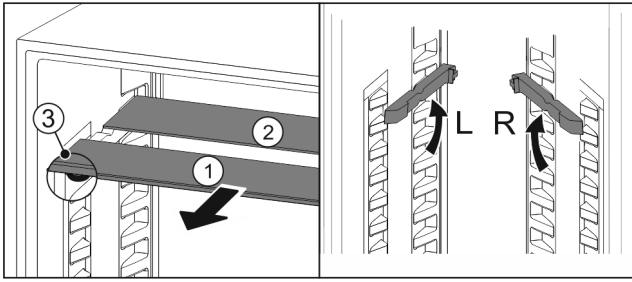

Fig. 74
- ▶ Glasplatten einzeln nach vorne herausziehen Fig. 74 (1).
- ▶ Glasplatte Fig. 74 (1) mit Zierleiste liegt vorne.
- ▶ Stopps Fig. 74 (3) zeigen nach unten.